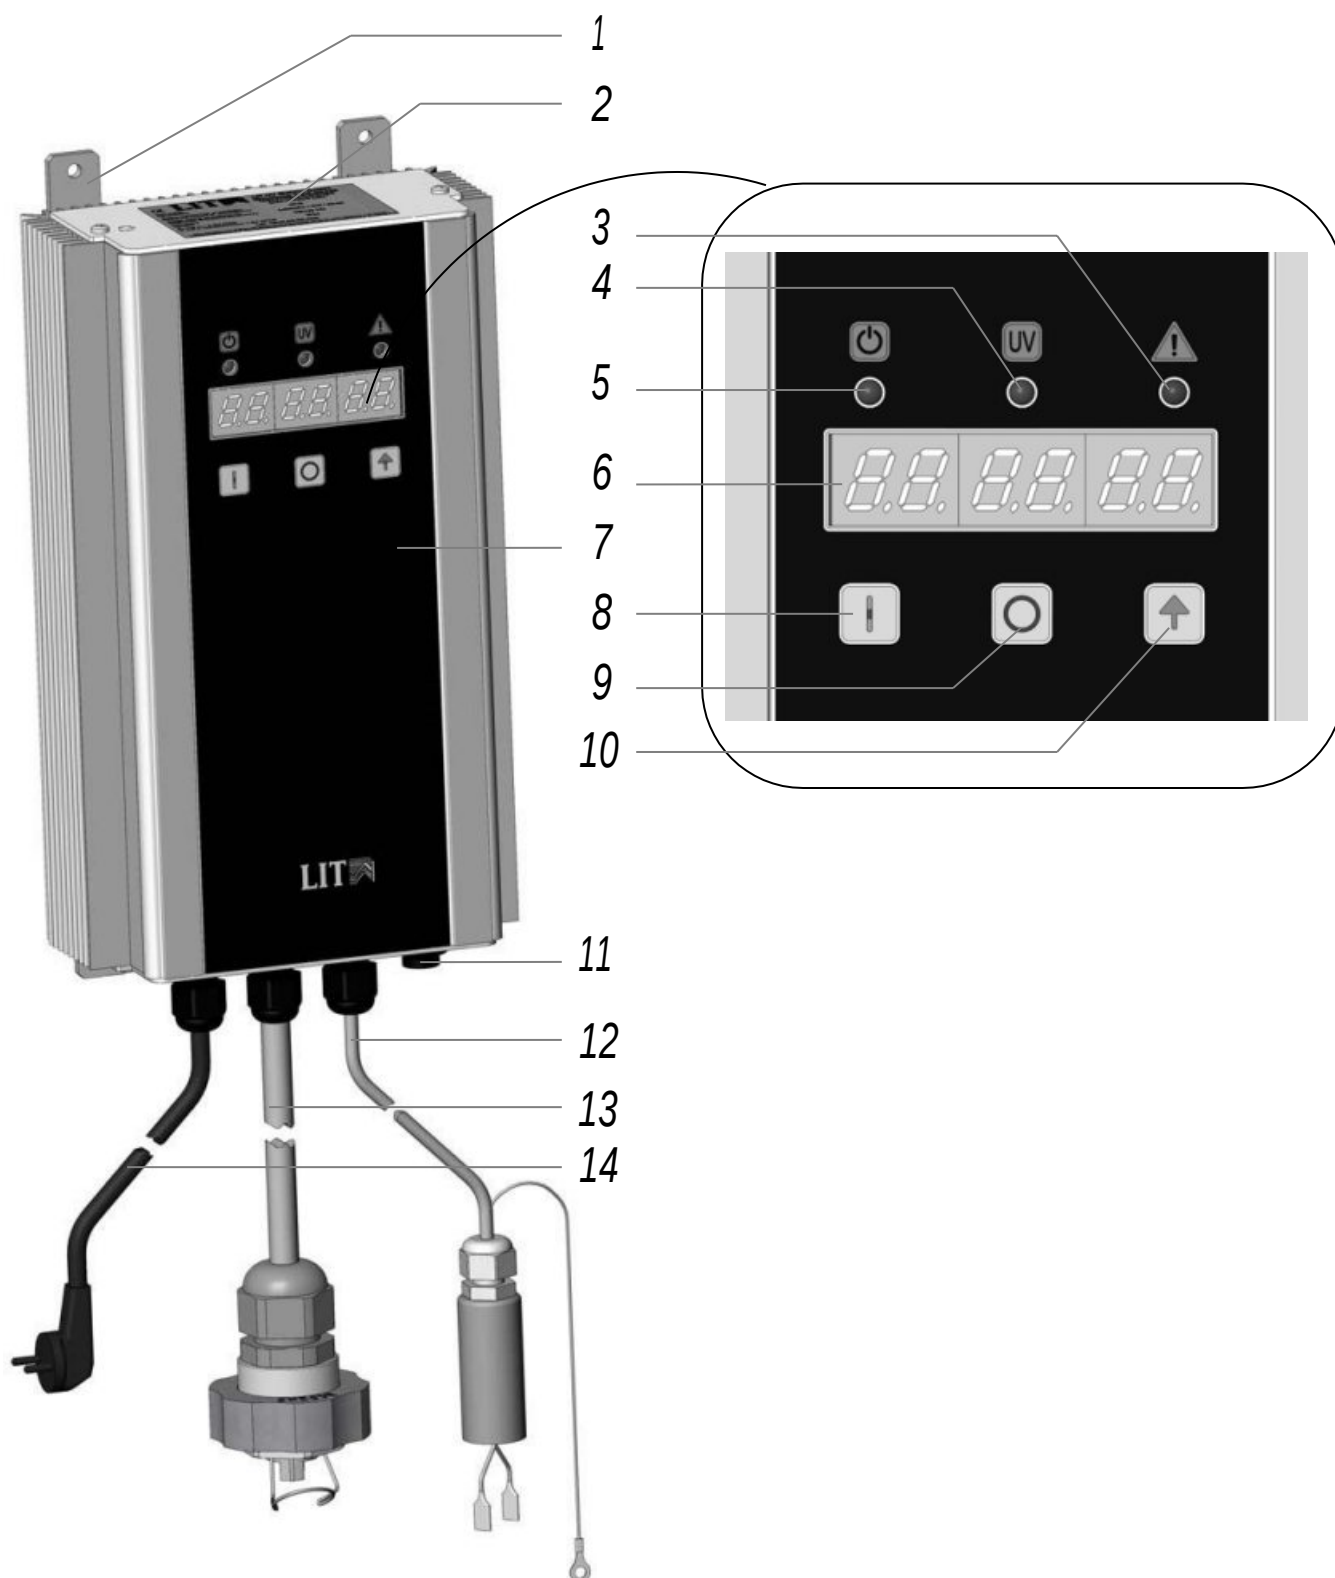

Рисунок 2. Пульт управления
- ПУЛЬТ УПРАВЛЕНИЯ (см. Рисунок 2) предназначен для управления установкой и контроля за её работой, а также для размещения электронного пускорегулирующего аппарата (ЭПРА).
Пульт управления обеспечивает выключение УФ лампы при обнаружении аварийных состояний с отображением на дисплее 6 (см.Рисунок 2) кода ошибки. В таблице 4 представлены сообщения об ошибках, вероятные причины и методы их устранения. Ошибки с кодами «Е» и «F» сбрасываются только отключением питания пульта управления. При других ошибках пульт управления можно выключить нажатием кнопки  или повторно перезапустить нажатием кнопки .
| Error0 | Перегрев камеры обеззараживания               | Проверить поступление воды в установку, проверить контакты термостата. После устранения причины перегрева включить пульт управления в сеть и произвести включение УФ лампы нажатием кнопки «  » (поз. 8 см. Рисунок 2).                                          |
| Error1 | Перегрев пульта управления                    | Проверить соблюдения температурного режима и вентиляции вблизи пульта управления. После устранения причины перегрева включить пульт управления в сеть и произвести включение УФ лампы нажатием кнопки «  » (поз. 8 см. Рисунок 2). При повторении – на ремонт. |
| Error4 | Самопроизвольное погасание лампы 1 | Перезапустить пульт управления нажатием кнопки «  » (поз.8 Рисунок 2). Заменить лампу (см. п.8.1, п.8.2).                                                                                                                                                        |
| Error6 | Неисправность пульта управления               | Перезапустить пульт управления нажатием кнопки «  » (поз.8 Рисунок 2). При повторении – на ремонт.                                                                                                                                                             |
| Error8 | Не определена                                 | Перезапустить пульт управления нажатием кнопки «  » (поз.8 Рисунок 2). При повторении – на ремонт.                                                                                                                                                             |
| ErrorC | Бесконечный прогрев                           | Перезапустить пульт управления нажатием кнопки «  » (поз.8 Рисунок 2). При повторении 3- на ремонт.                                                                                                                                                            |
| ErrorD | Пульт управления не включается                | Перезапустить пульт управления нажатием кнопки «  » (поз.8 Рисунок 2). При повторении – на ремонт.                                                                                                                                                             |
Пульт управления имеет возможность дистанционной блокировки работы лампы с отображением на дисплее (поз. 6 см.Рисунок 2) сообщения «  ». Допускается использование контакта реле или электронного ключа с падением напряжения не более 2В при токе 5мА. Если во время работы произойдет размыкание цепи дистанционного выключения, лампа выключится, световой индикатор «работа» «» (см. Рисунок 2) погаснет, а на дисплее 6 (см. Рисунок 2) отобразится надпись «  ». При замыкании цепи пульт управления, если до этого он был включен вручную, автоматически перейдет в режим предварительного прогрева и далее работы лампы.
Пульт управления имеет встроенный счетчик времени наработки лампы в часах. При наработке более 12000 часов дисплей 6 (см. Рисунок 2) мигает, сигнализируя о необходимости замены лампы. Точность подсчета времени  $\pm 3\%$ . После замены УФ лампы на новую счетчик наработки нужно обнулить.